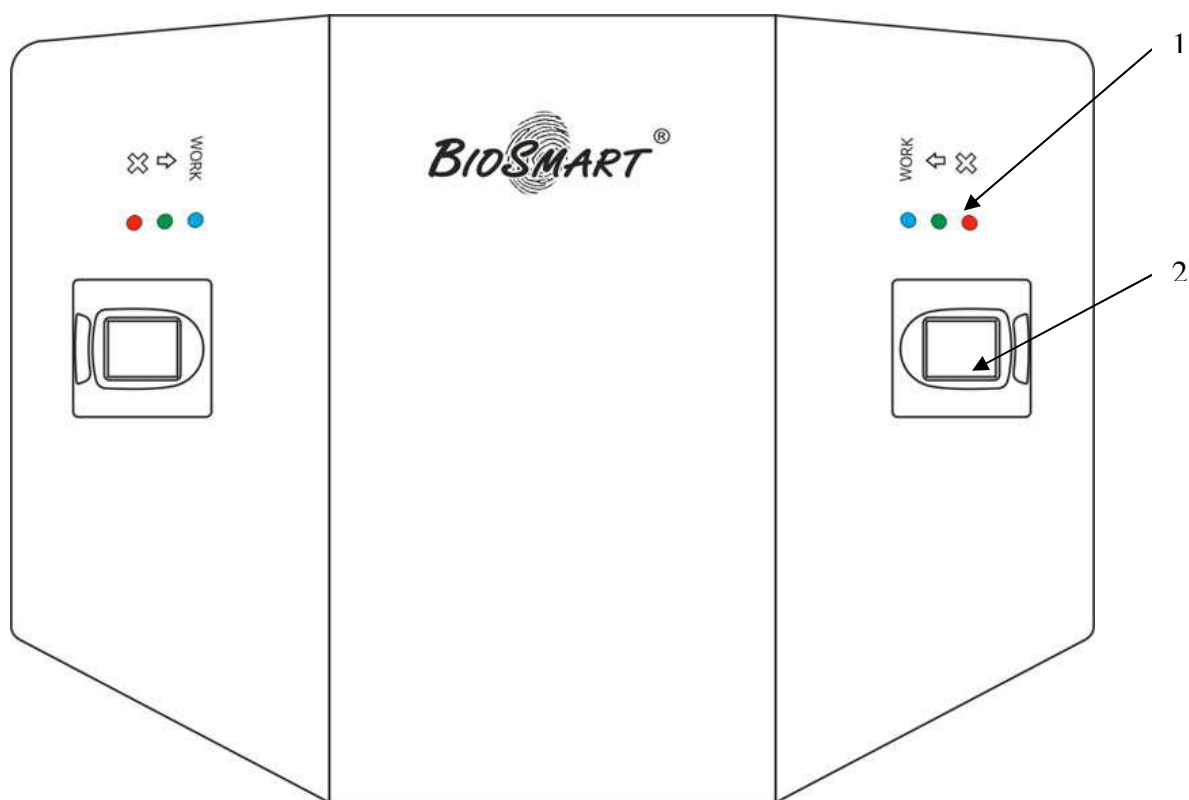

Рисунок 1 - Внешний вид контроллера (вид сверху).
Контроллер представляет собой металлический корпус, устанавливаемый на крышку турникета. В корпус контроллера встроены два контроллера «Biosmart» (далее, контроллеры контроллера), биометрические сканеры которых (2) расположены на верхней стенке. Светодиодная индикация работы контроллера(1) расположена рядом с биометрическими сканерами (рисунок 1).